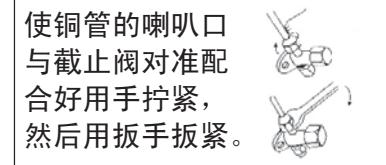

图22
- (2) 将截止阀密封帽拆开。
- (3) 在截止阀与管的喇叭口处涂少许润滑油，然后按图22所示拧紧纳嘴。
- (4) 按图22所示用扳手牢固地将纳嘴扳紧，扭矩力按表(5)规定执行。